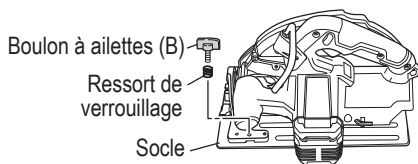

Fig. 26
11. Fixation du guide (vendu séparément) (Fig. 26, 27)